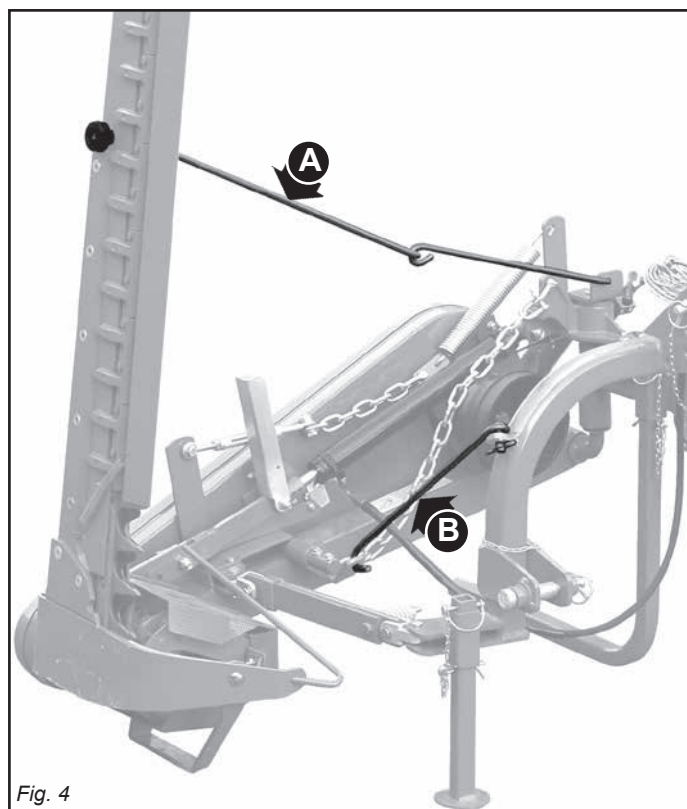

Fig. 4
- 34) Beim Transport müssen die seitlichen Lenker mit den Stabilisierungsketten und Spannvorrichtungen befestigt werden; wird den Balken hochgestellt; mit dem Zughaken (A, Abb. 4) absichern und den Sicherheitshaken (B, Abb. 4) einrasten lassen; die Mähmesser und den Außenschuh mit den jeweiligen Schutzvorrichtungen abdecken; beim Strßentransport mit ausgehobenem Anbaugerät ist der Schalthebel des Krafthebers in die blockierte Stellung zu setzen.